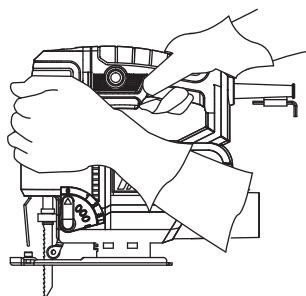

Fig. 13
- > Țineți produsul de mâner cu o mână (4) și cu cealaltă mână de suprafața de prindere (2) (19). Nu încercați niciodată să operați produsul cu o singură mână! Nu țineți niciodată mâinile sub piesa de prelucrat (Fig. 13).